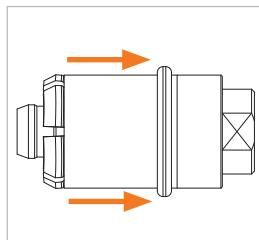

Figure 2
- ▶ Tirez le manchon (Pos. 1) du connecteur vers l'arrière (*Figure 2*). Le connecteur s'ouvre.